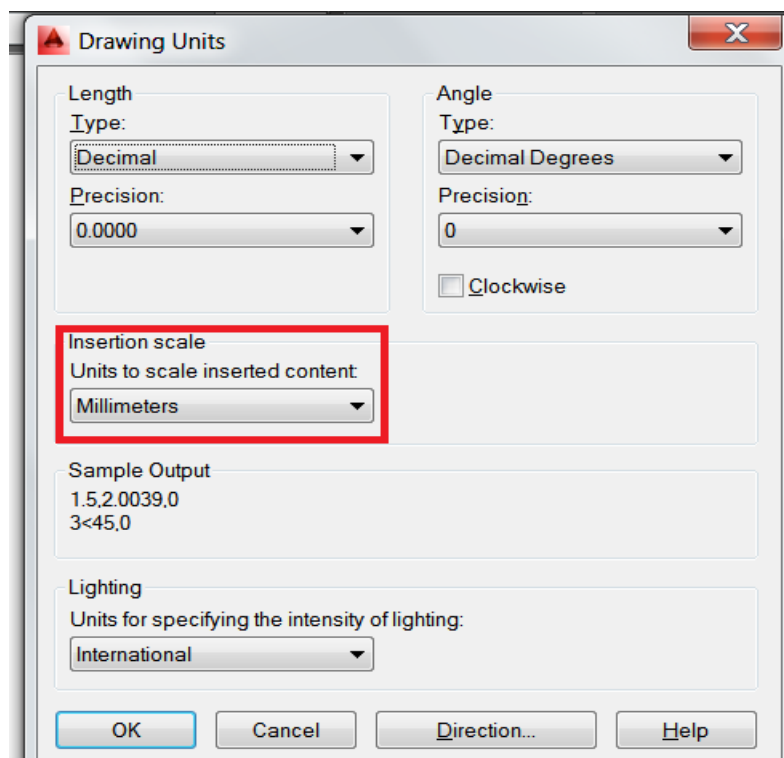

Figura 23 – Janela para alternar unidade de medida padrão
- Alterar a unidade de medida para milímetros utilizando o comando “units” na tela de desenho do AutoCAD, conforme Figura 23;